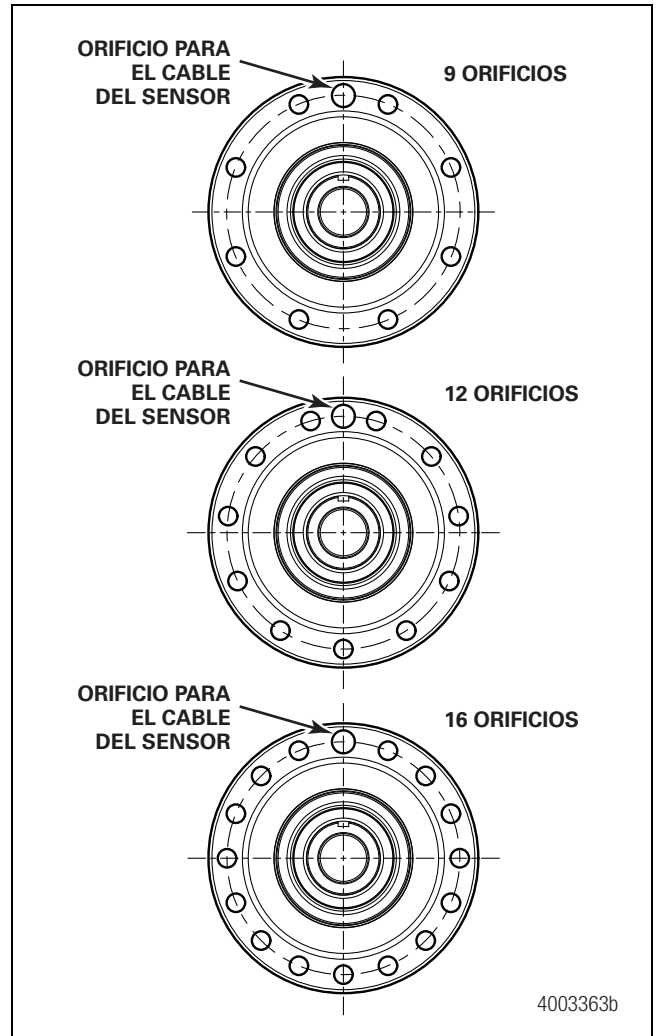

Figura 12.22
9. Las bridas de freno actuales están disponibles para montar placas de torsión apernadas con patrones de nueve, 12 y 16 orificios. En los tres diseños, el cable del ABS debe pasar por el orificio de 0.8125 de pulgada de diámetro y los orificios restantes deben usarse para fijar la araña del freno según se indica en la Sección 6. Figura 12.22.